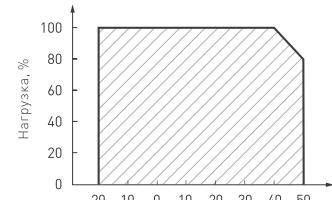

Рис. 3. Максимальная допустимая нагрузка, % от мощности источника
- 4.3. Не нагружайте источник питания более 80% от его максимальной мощности. Учитывайте, что с повышением температуры окружающей среды максимальная мощность источника питания снижается, см. график зависимости на рис. 3.